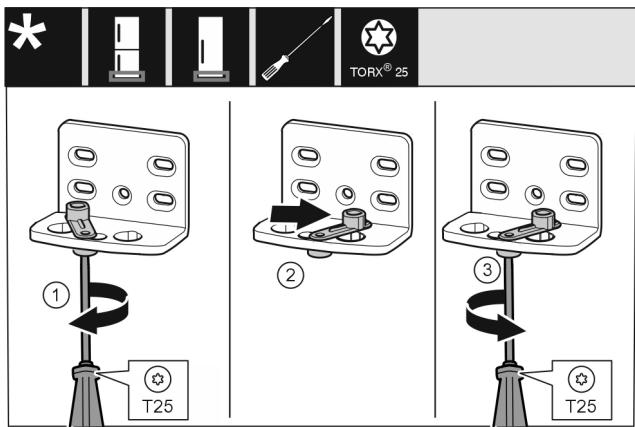

Fig. 17 *
- Schraube Fig. 17 (1) mit Schraubendreher lösen schrauben.*
- Türschließhilfe Fig. 17 (2) anheben und um 90° nach rechts in Bohrung drehen.*
- Schraube Fig. 17 (3) mit Schraubendreher festschrauben.*